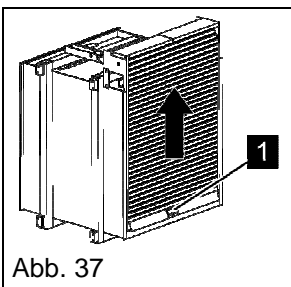

Abb. 37
2. Entriegeln Sie mit dem Griff (Abb. 37) den Rollladen und schieben Sie den Rollladen vollständig nach oben.